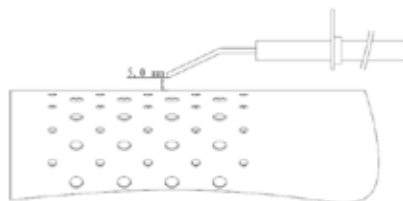

Bild 1
den oder zumindest zu reduzieren, verwenden Sie einen großen Zylinder oder gar zwei Zylinder, die miteinander verbunden sind (Abb. 1).
- Überprüfen Sie die Startelektrodenposition (Bild 1)